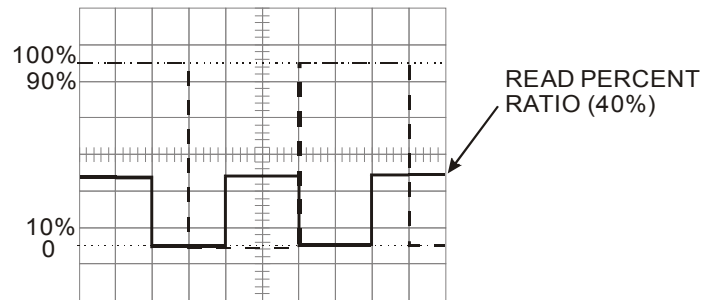

Abb. 4-5
- (1) Das Bezugssignal an den Eingangsanschluss von CH1 oder CH2 angeschlossen lassen. Vert Mode wie den gewählten Kanal einstellen.
- (2) VOLT/DIV und VAR nachstellen, um ein Display innerhalb von 5 Unterteilungen auf dem Bildschirm zu erhalten.
- (3) Die Position von VOLT/DIV und VAR beibehalten und den Sensor vom Bezugssignal auf das zu vergleichende Signal wechseln. Die Vert-Position nachstellen, den unteren Teil der Wellenform die 0%-Bezuglinie berühren lassen.
- (4) Die horizontale Position nachstellen, die Spitze der Wellenform die vertikale Linie wie abgebildet auf der Bildschirmmitte berühren lassen.
- (5) Auf der Basis von 0% und 100% als Standard den Prozentsatz von der vertikalen Achse ablesen. (1 DIV = 4%) d.h. auf Abb. 4.5 ist die gestrichelte Wellenform die Bezugswellenform und die Amplitude ist 5 Untert. Die andere Wellenform ist die Vergleichswellenform, der vert. Bereich ist 2 Untert., wodurch sich ergibt, dass die Amplitude des Signals ca. 40% des Bezugssignals ist.